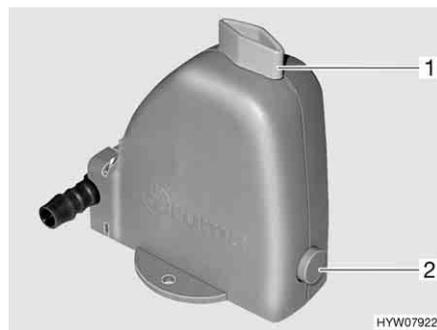

Fig. 203 Valve de sécurité et de vidange du chauffe-eau
Le chauffe-eau est équipé d'une valve de sécurité et de vidange (Fig. 203). La valve de sécurité et de vidange empêche que l'eau ne gèle dans le chauffe-eau lorsque le chauffage n'est pas allumé en cas de gel.
- Fermer la valve de sécurité et de vidange. Tourner pour cela le bouton rotatif (Fig. 203,1) dans le sens transversal par rapport à la valve de sécurité et de vidange et enfoncer le bouton-poussoir (Fig. 203,2).
- Ouvrir la valve de sécurité et de vidange. Tourner le bouton rotatif (Fig. 203,1) dans le sens longitudinal par rapport à la valve de sécurité et de vidange. Le bouton-poussoir (Fig. 203,2) ressort. Le chauffe-eau est vidé à l'extérieur par le biais de la valve de sécurité et de vidange.